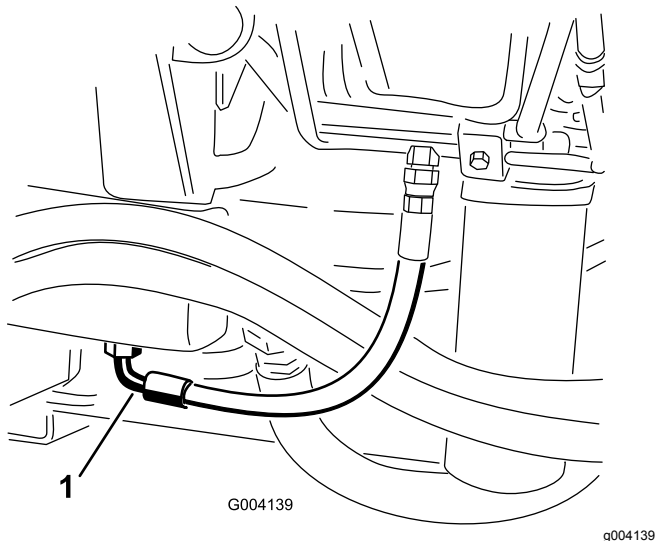

Figura 75
2. Coloque un recipiente grande debajo del acoplamiento situado en la parte inferior del depósito de fluido hidráulico (Figura 75).